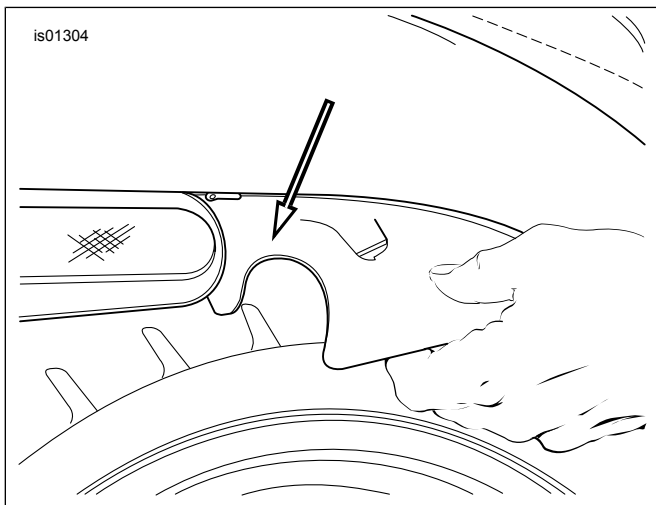

Figure 5. Abaisser le garde-boue. (2002-2006 VRSCA/B/D)
4. Voir la Figure 5. Abaisser le garde-boue de la position installée.